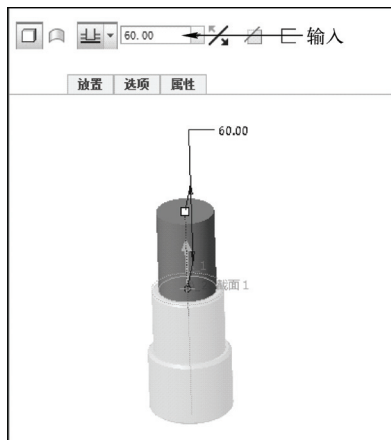

图 11-43 输入参数
STEP 09 单击“关闭”面板中的“确定”按钮, 完成截面绘制并退出草绘环境。在“拉伸”选项卡中的“输入侧 1 的深度值”文本框中输入“60.00”，如图 11-43 所示。